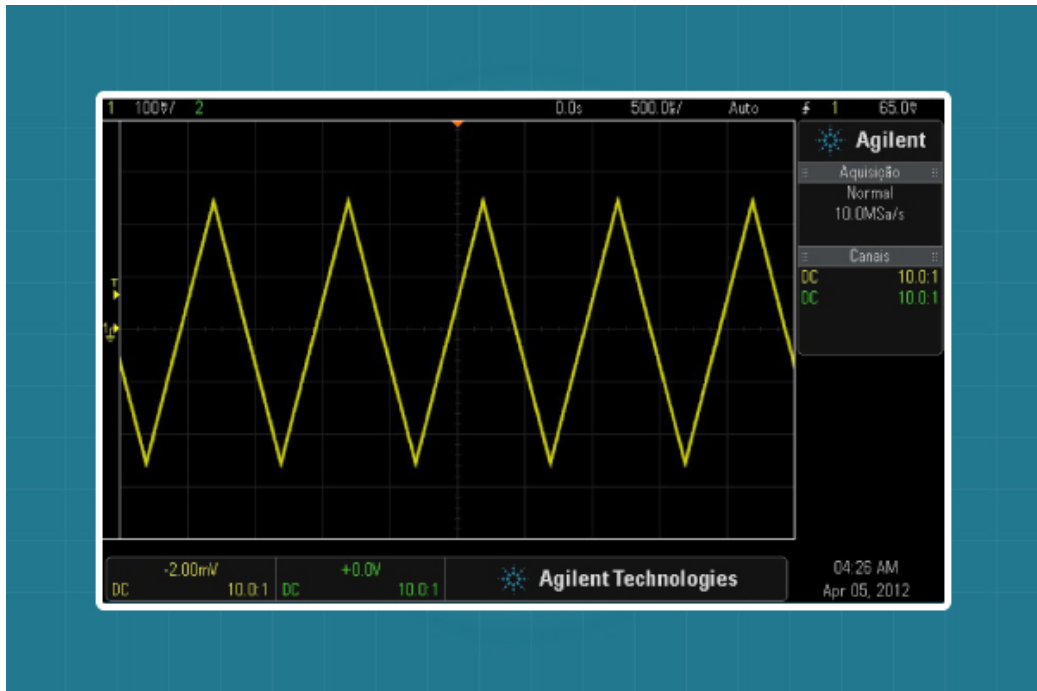

Figura 5 - Exemplo de um sinal medido por meio do osciloscópio.
1. Calcule o valor máximo (V_p), período e frequência do sinal da Figura 5.